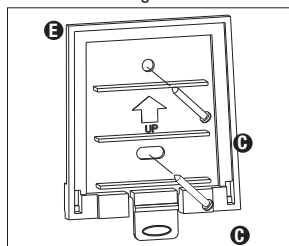

Fig. 2
2. Con los tornillos incluidos (C) de montaje de la luminaria, monte el “soporte de montaje de sujeción a presión” (E) a una superficie sólida en 6-8 pies (2,43-3,65 m) por encima del suelo, colocando los tornillos a través de los orificios centrales del soporte. Asegúrese de que la flecha en el soporte esté apuntando hacia arriba. (Fig. 2).